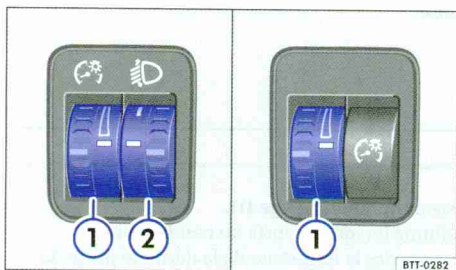

Fig. 73 À côté du volant : molettes du rhéostat d'éclairage des cadrans et des commandes ① et du réglage du site des projecteurs ②
① Rhéostat d'éclairage des cadrans et des commandes
Lorsque l'éclairage est allumé, la luminosité de l'éclairage des cadrans et des commandes peut être réglée en continu en tournant la molette ⇒ fig. 73 ①.
② Réglage du site des projecteurs